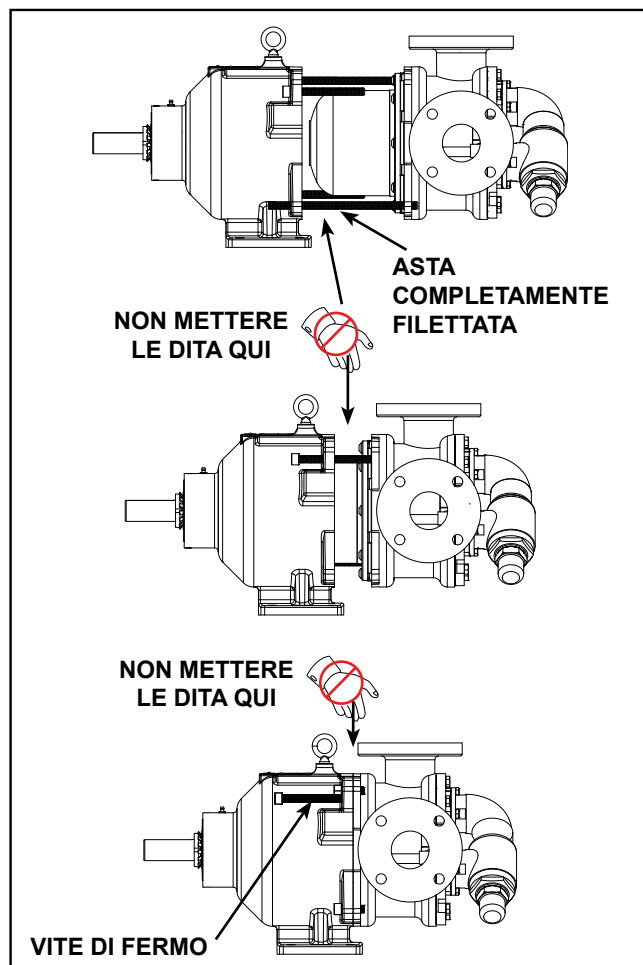

FIGURA 13
Non mettere le dita sulla parte frontale della flangia di montaggio della pompa. Allineare la scatola nella camera cilindrica della staffa e fare scivolare gentilmente verso l'interno. Quando i magneti cominciano a impegnarsi, l'unità finirà d'impegnarsi da sola molto in fretta a meno che la vite di fermo di 1/2 x 5 pollici non sia stata usata in modo corretto. Accertarsi che le dita non sono sul davanti della pompa. Vedere la sequenza in figura 13.
15. Per controllare il montaggio della pompa, inserire nella staffa due brugole di 1/2 x 5 pollici completamente filettate fino a che non fuoriescano del tutto dalla parte frontale della staffa, vedere la **figura 13**. Per tenere i gruppi della pompa e della staffa correttamente allineati, e per ulteriore sicurezza, si consiglia di usare due tratti di asta completamente filettata (6-8 pollici, 15-20 cm) avvitati nelle posizioni delle viti di fermo diagonali sulla piastra di adattamento e di passarli attraverso i fori corrispondenti sulla staffa.